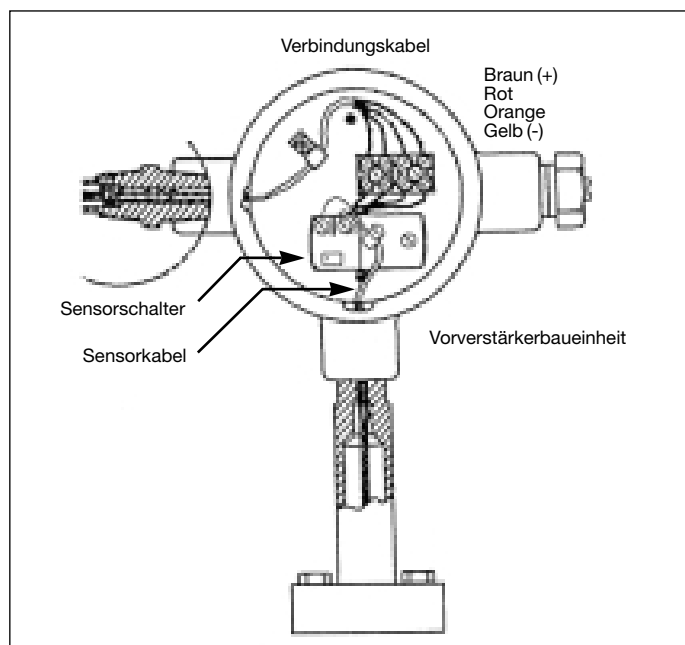

Abbildung 26. In der Anschlußdose des VFM 3100 eingebauter Vorverstärker
- Vor dem Einbau der Baueinheit in die Anschlußdose die vier Leiter (braun/rot/orange/gelb), die über die Kabelverschraubung in die Anschlußdose geführt sind, an der anderen Seite des Kabelanschlußblocks auf der Montageplatte gemäß Farbcodierung anschließen. Siehe dazu Abbildung 26.